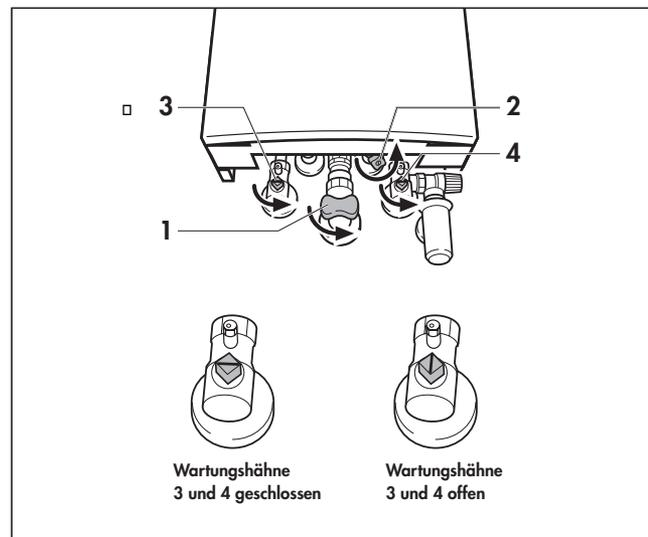

Abb. 3.4 Absperreinrichtungen öffnen (VC/VCW 126-356)
3.2.1 Absperreinrichtungen öffnen (Abb. 3.4 und 3.5)
- Öffnen Sie den Gasabsperrhahn (1) durch Eindrücken und Drehen gegen den Uhrzeigersinn bis zum festen Anschlag.